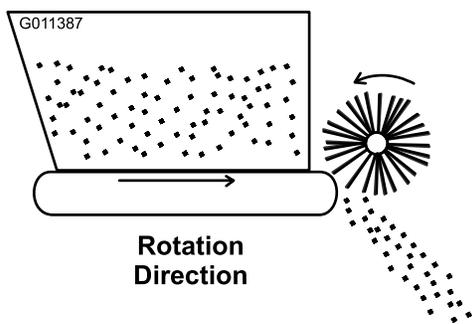

図 19
3. 車両のリモート油圧装置のレバーをRUN位置にセットする。ベルトとブラシが図 19 のように動作すればよい。